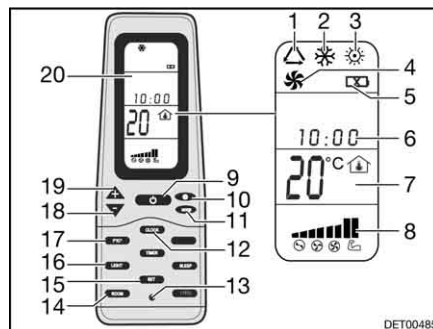

Fig. 205 Mando a distancia
- Pulsar la tecla ON/OFF (Fig. 205,9).
- Pulsar la tecla "Mode" (Fig. 205,11) las veces que sean necesarias hasta que se visualice el modo de funcionamiento deseado (Fig. 205,1, 2, 3 ó 4) en el display (Fig. 205,20).
- Ajustar la temperatura deseada con las teclas "+" (Fig. 205,19) y "-" (Fig. 205,18).
- Seleccionar la etapa deseada del ventilador con la tecla Velocidad del ventilador (Fig. 205,10).
Desconectar: ■ Pulsar la tecla ON/OFF (Fig. 205,9).